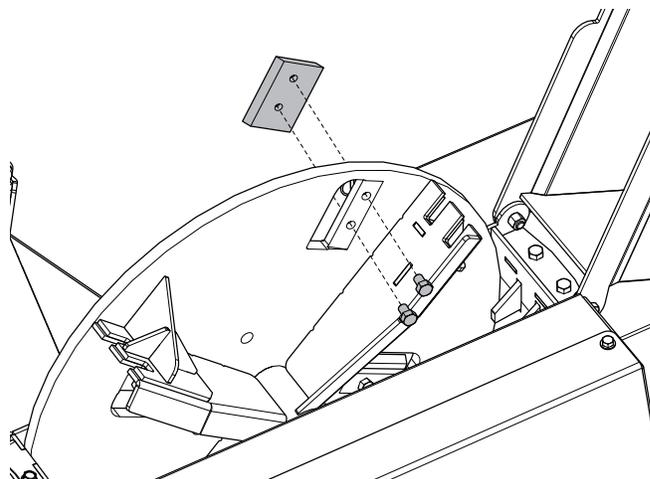

Figure 31 – Installer un couteau de rotor
10. Placez le couteau du rotor dans le logement et installez les fixations du couteau du rotor. Consultez *Figure 31*.